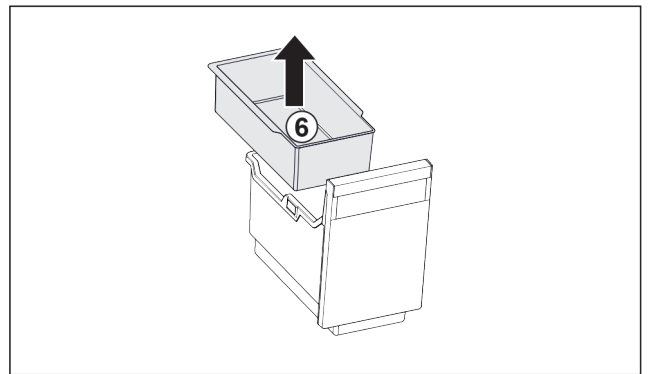

Fig. 90
- Irrota ripustuskulho Fig. 90 (6).